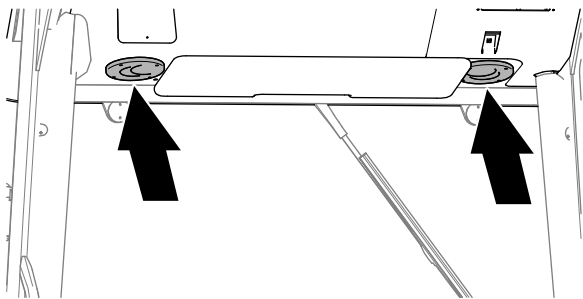

Figure 11
4. Ajustez les 2 bouches d'air (Figure 11) au plafond de la cabine pour diriger le débit d'air dans la direction voulue.